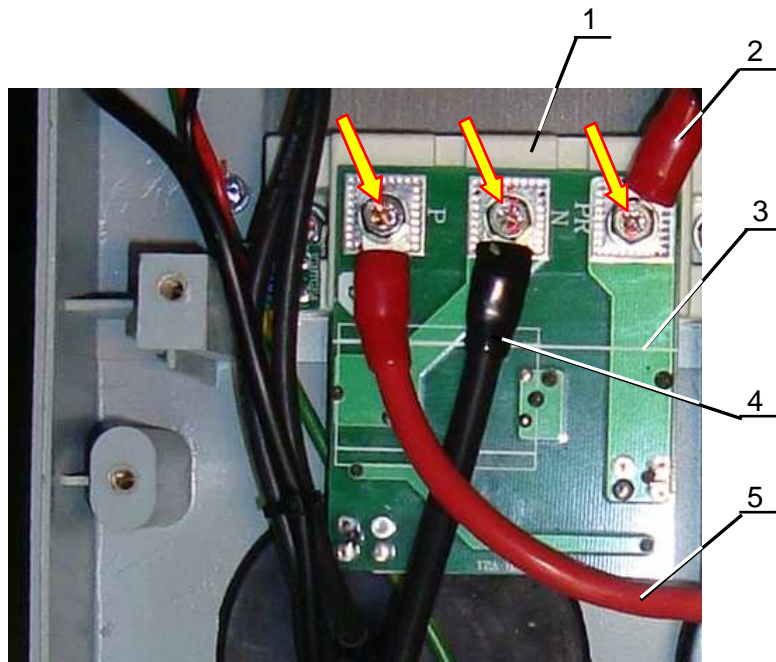

Рис. 7.14
7.7.8. Взять плату модуля динамического торможения (табл.4.1, поз.5; рис.7.14, поз.3), установить ее на модуль 1, совместив отверстия в плате с отверстиями силовых контактов модуля (рис.7.14).
7.7.9. Взять красный провод «PR» (табл.4.1, поз.21; рис.7.14, поз.2), прикрутить винтом М5х12 наконечник провода «PR» к контакту «PR» платы и к модулю (рис.7.14).
7.7.10. Взять черный провод «-» (табл.4.1, поз.21; рис.7.14, поз.4), прикрутить винтом М5х12 наконечник провода «-» к контакту «N» платы и к модулю (рис.7.14).
7.7.11. Взять красный провод «+» (табл.4.1, поз.21; рис.7.14, поз.5), прикрутить винтом М5х12 наконечник провода «+» к контакту «P» платы и к модулю (рис.7.14).